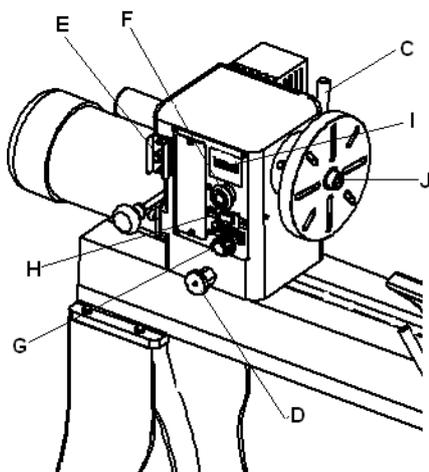

Рис. 3
1. Ручка Замка Передней Бабки: (С, Рис. 3) Фиксирует голову в нужном положении. Разблокируйте ручку, чтобы расположить головку вдоль станины токарного станка. Затяните ручку, когда она правильно расположена.
2. Индексирующий штифт Бабки: (D, рис. 3) Поверните рифленую ручку против часовой стрелки, чтобы разблокировать плунжер. Потяните ручку наружу, чтобы освободить бабку. Разблокируйте ручку блокировки передней бабки и поверните ее. Поверните рифленую ручку по часовой стрелке до упора, чтобы зафиксировать плунжер.
3. Замок Шпинделя Бабки: (Е, рис. 3 Вставьте штифт внутрь, чтобы шпиндель не вращался. **ОСТОРОЖНО! Никогда не нажимайте на фиксатор шпинделя бабки во время вращения шпинделя!**
4. Кнопка Включения/Выключения Бабки: (F, Рис.3) Потяните кнопку, чтобы включить токарный станок. Нажмите кнопку, чтобы выключить токарный станок.
5. Ручка Оборотов Бабки: (Г, рис. 3) Поверните ручку до нужных оборотов. Существует два диапазона скоростей, предлагающих "скорость" (0-3200) и "крутящий момент" (0-1200).
6. Передняя Бабка Для Переключателя/Rev: (H, Рис. 3) Используйте тумблер для изменения направления вращения шпинделя. Меняйте направление только тогда, когда шпиндель остановится.
7. Показания частоты вращения Бабки: (I, Рис. 3) Отображает частоту вращения шпинделей, см. рис. 4.
8. Центр Шпоры Бабки: (J, Рис. 3) Используется для поворота между центрами. Конусность шпинделя-МТ-2. Удалите центр шпоры, вставив дрейфовый стержень через противоположный конец шпинделя и выбив центр шпоры.
9. Лицевая панель Бабки: (К, Рис. 3) Используется для переворачивания чаш и тарелок. Имеется ряд винтовых отверстий для крепления заготовки. Наденьте лицевую панель на шпиндель по часовой стрелке и затяните два установочных винта. Снимите лицевую панель, ослабив два установочных винта. Вставьте замок шпинделя бабки и используйте прилагаемый стержень в отверстиях лицевой панели, чтобы снять резьбу с лицевой панели.